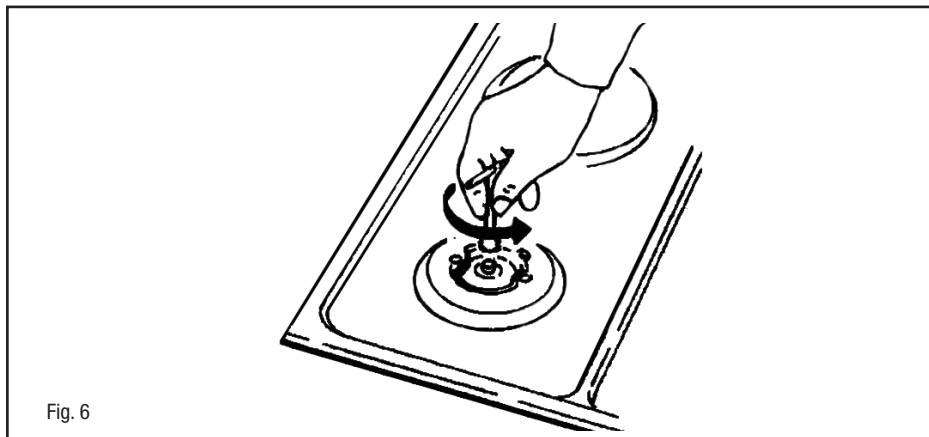

Fig. 6
(Fig. 6) No caso que o aparelho esteja predisposto para um tipo de gás diferente do gás de alimentação que utilizar, deverá proceder da seguinte forma:
- substitua os bicos (Fig. 6) com outros próprios ao tipo de gás que utilizar (veja a tabela relativa às “Características dos injectores”.